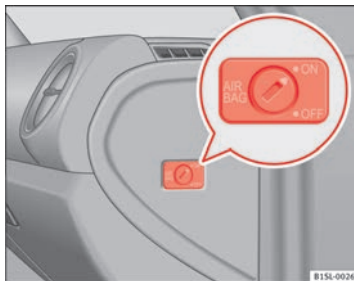

Abb. 49 Auf der Beifahrerseite: Schlüsselschalter zum Ab- und Einschalten des Beifahrer-Frontairbags.
- Drehen Sie den Schlüsselschalter mit dem Fahrzeugschlüssel in die Position **OFF** ⇒ Abb. 49.
- Drehen Sie den Schlüsselschalter mit dem Fahrzeugschlüssel in die Position **ON** ⇒ Abb. 49.